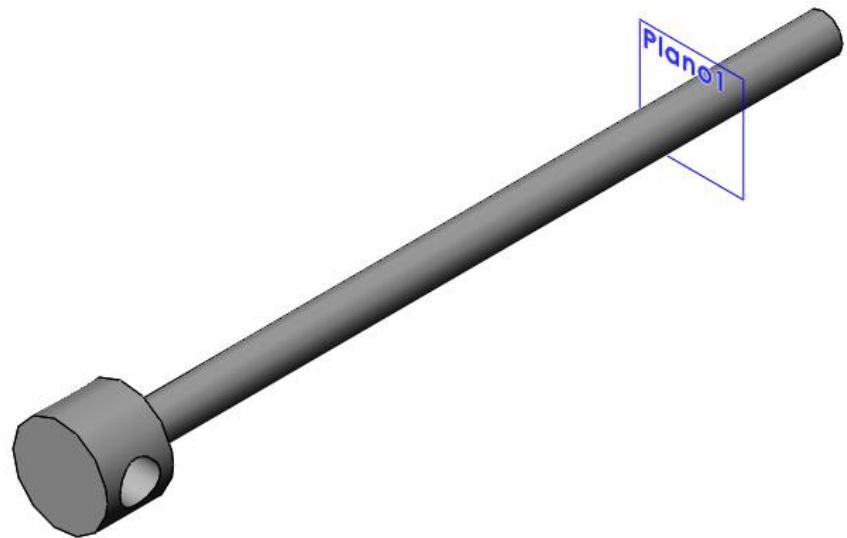

Ilustración 127
Paso 2: Se crea un plano paralelo en este caso ubicado a 4,1875 pulgadas de la cabeza (ver ilustración 127)